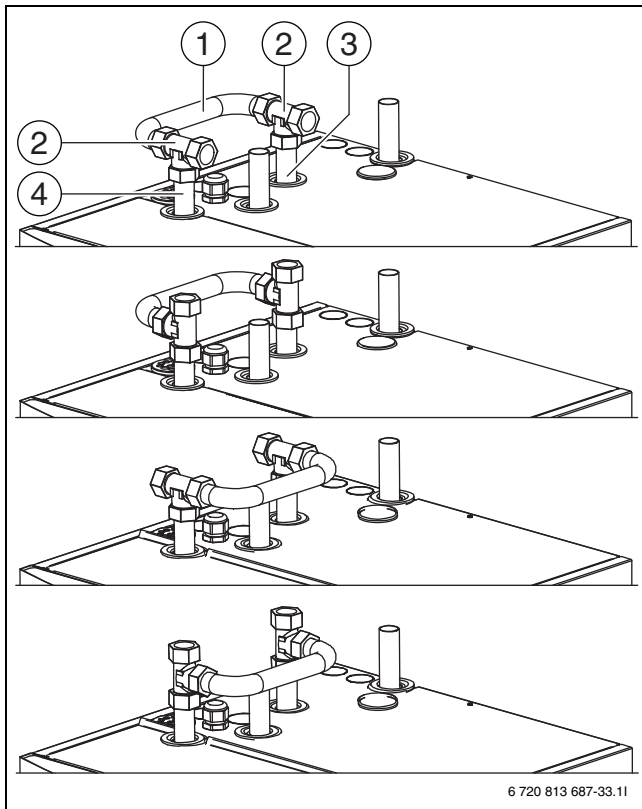

Fig. 19 Bypass
- ▶ Kople til returledningen for varmeanlegget til [4] (→ fig. 19).
- ▶ Kople til turledningen for varmeanlegget til [3] (→ fig. 19).
Monter bypass-ledning og T-koblinger tilsvarende en av de angitte alternativene (→ fig. 19).